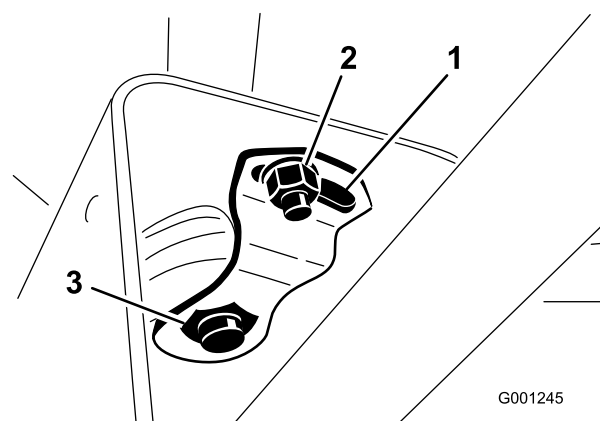

Figura 69
3. Desaperte a porca pequena e rode o apoio da articulação até apertar a porca grande, em baixo (Figura 69).